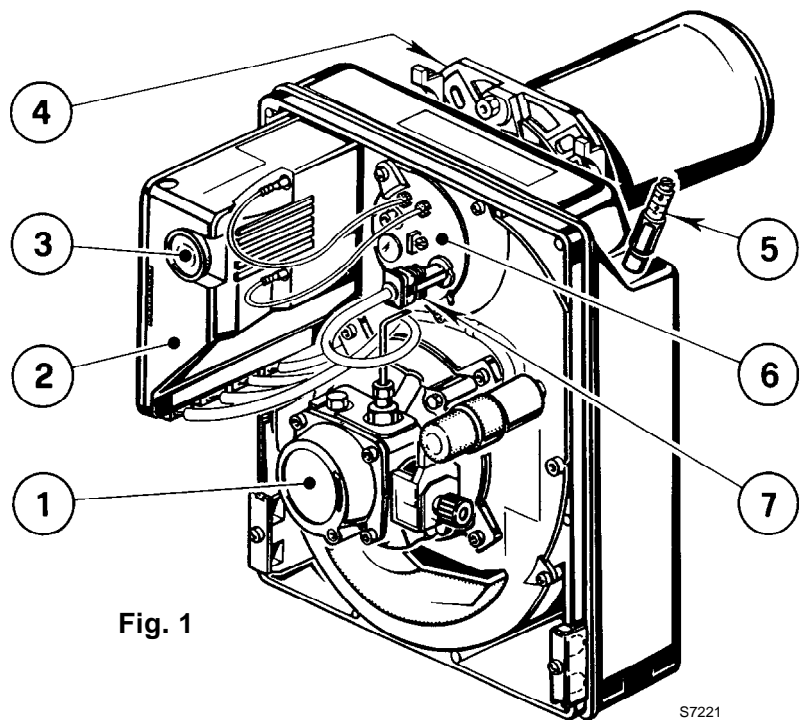

Fig. 1
- Die Reinigung des Photowiderstandes ausführen, (7, Abb. 1, Seite 1).
In den meisten Fällen führt eine Störung zum Aufleuchten der Kontrolleuchte in der Entstörtaste des Steuergeräts (3, Abb. 1, S. 1).